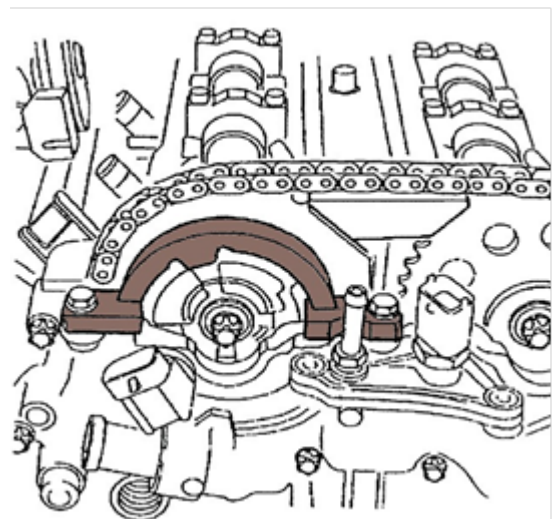

Abb. 2
5. Setzen Sie die Nockenwellen-Arretierung in die horizontal stehenden Nuten der Nockenwellen ein. (siehe Abb.2).